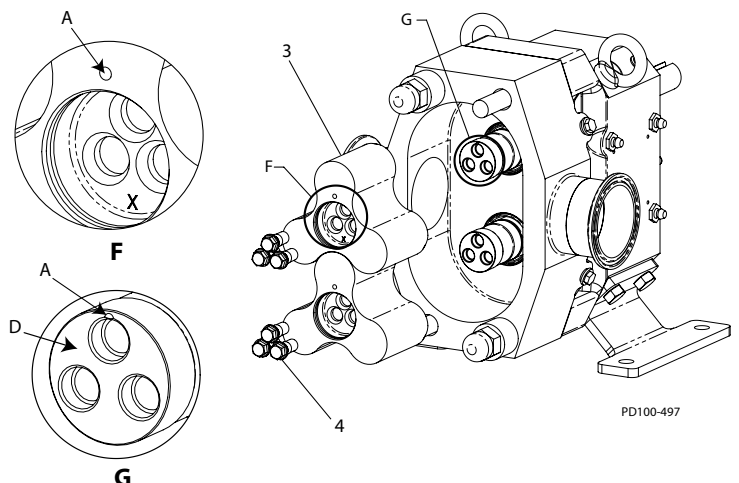

Abb. 56 - Rotormontage
2. Die Stirnfläche der Welle muss frei von hochstehenden Kanten und Graten sein (siehe Abb. 56, Detail G, Pos. D).
3. **Erneute Verwendung von Rotoren:** Tragen Sie ein verträgliches Schmiermittel auf die O-Ringe auf und montieren Sie den markierten Rotor auf der Antriebswelle, den unmarkierten Rotor auf der kurzen Welle und notieren Sie die Ausrichtungsreferenzmarkierung auf den Wellen zur Positionierung des Rotors. (Siehe Pos. A in Abb. 56, Detail F und G.)
**Montage von neuen Rotoren:** Tragen Sie ein verträgliches Schmiermittel auf die O-Ringe auf, montieren Sie die Rotoren auf den Wellen und notieren Sie die Ausrichtungsreferenzmarkierung auf den Wellen zur Positionierung des Rotors. (Siehe Pos. A in Abb. 56, Detail F und G.). Schlagen Sie auf der gegenüber liegenden Seite von der Ausrichtungsreferenzmarkierung eine etwa 3 mm hohe „X“-Markierung in die Ansenkung ein. Siehe Abbildung 56, Detail F; sowie Abbildung 31 für eine größere Darstellung.
4. Montieren Sie eine Ansatzschraube (Abb. 56, Einzelheit 4) in dem Loch am nächsten zur Referenzmarkierung.